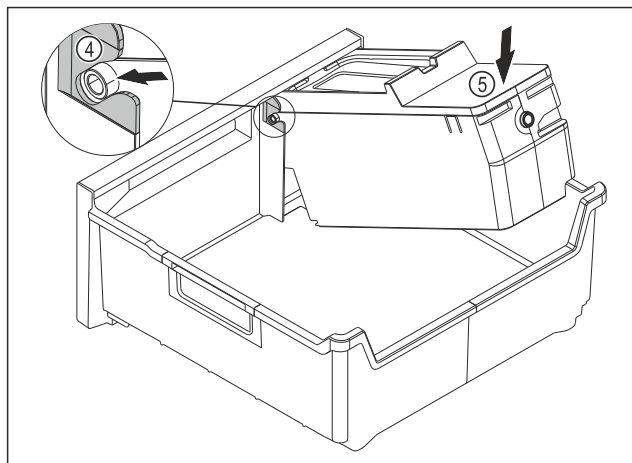

Fig. 201
- Monter le corps de l'EasyTwist-Ice : Insérer les axes du corps de l'EasyTwist-Ice dans les guides Fig. 201 (4).
- Appuyer l'arrière du corps de l'EasyTwist-Ice Fig. 201 (5) vers le bas.